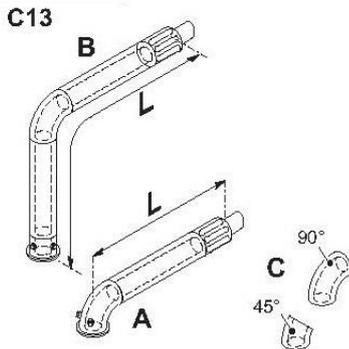

Рисунок 5.8
**Вертикальный комплект дымоотвода с коленом 90° (Рисунок 5.8 В)** Коаксиальная труба Ø 60/100 мм. Этот комплект позволяет поднять ось отвода котла на 635 мм. Длина должна быть не меньше 0,5 м, а максимальная длина с учетом удлинителей не должна превышать 2 м по горизонтали и в любом случае, отводящий патрубок должен отводить дым горизонтально. При установке этих колен в трубе максимальная длина дымоотвода уменьшается таким образом: